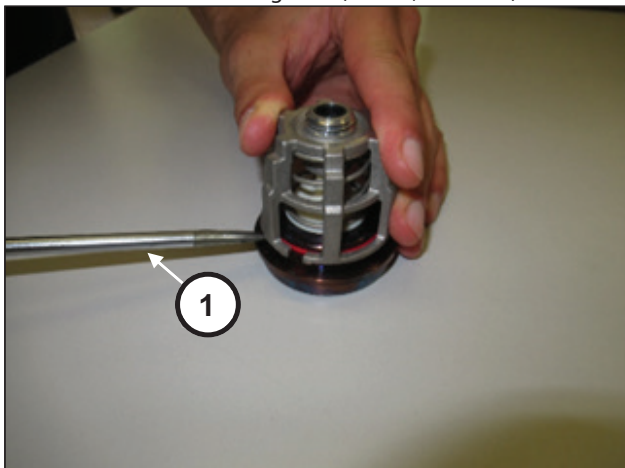

Abb. 146
Bauen Sie die Saug- und Druckventilgruppen durch Aushebeln mithilfe einfacher Werkzeuge aus (Pos. ①, Abb. 146).